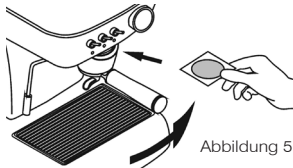

Abbildung 5
- Verschluss erfolgt sanft (siehe Abbildung 5).